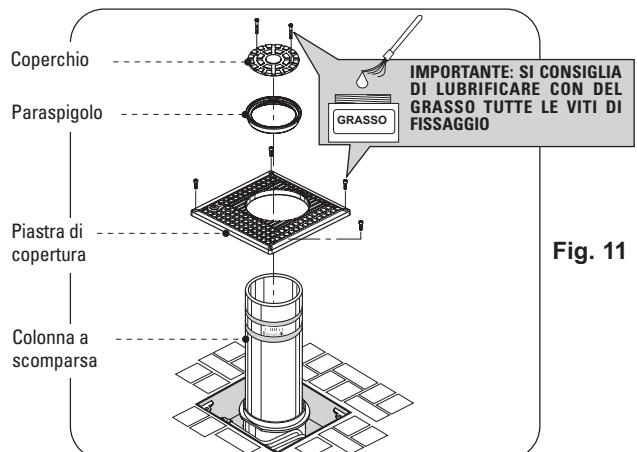

Fig. 11
è importante fin da subito stabilire l'esatta posizione del dissuasore, aperto o chiuso a seconda che liberi o impedisca il passaggio veicolare (Fig. 11).
- Chiudere la **Piastra di copertura** con le quattro viti (Fig. 11)